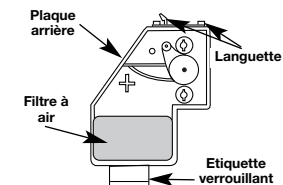

Fig. 34
- Retirez le filtre à air (Fig. 34).
- Remplacez le filtre (Fig. 34).